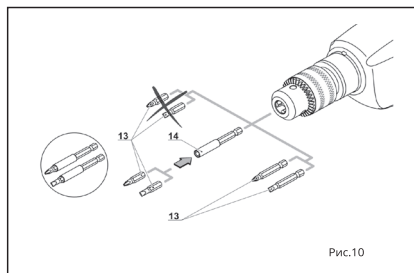

Рис.10
### Отвертки-вставки и магнитный держатель (см. рис. 10)
1. При использовании электроинструмента в качестве шуруповерта, используйте магнитный держатель (14) для надежной фиксации отверток-вставок (13) (см. рис.10).
2. При использовании удлиненных отверток-вставок (13) (предназначенных специально для шуруповертов) магнитный держатель (14) не требуется.